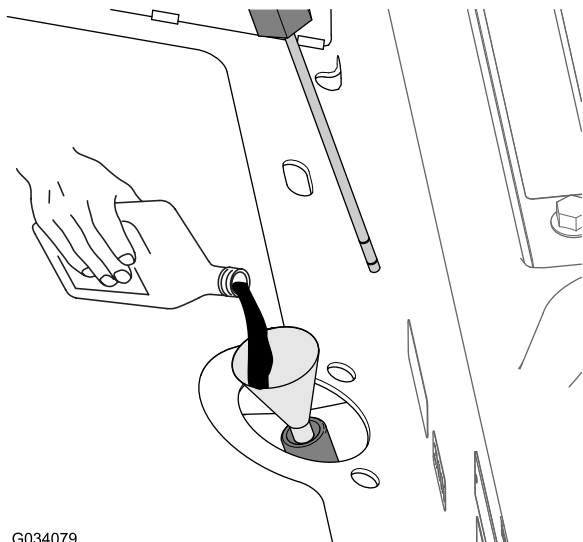

Bild 82
5. Wenn der Ölstand unterhalb der unteren Markierung am Peilstab liegt, füllen Sie das vorgegebene Hydrauliköl in den Einfüllstutzen (Bild 82), bis der Ölstand zwischen der oberen und unteren Markierung am Peilstab liegt (Bild 81).
6. Füllen Sie das vorgegebene Hydrauliköl den Einfüllstutzen (Bild 82), bis der Flüssigkeitsstand im Getriebegehäuse (Reservoir) zwischen der oberen und unteren Markierung des Peilstabs liegt (Bild 81).